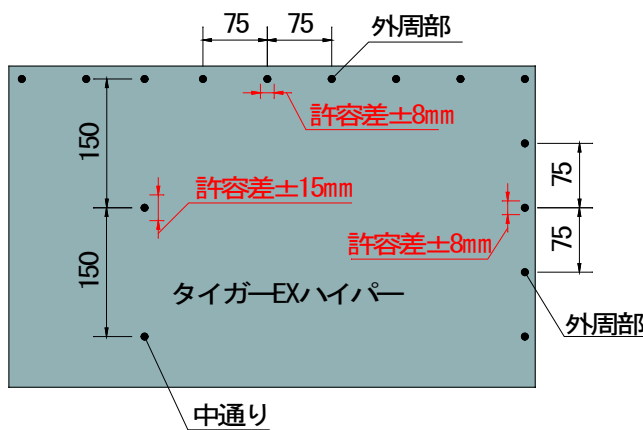
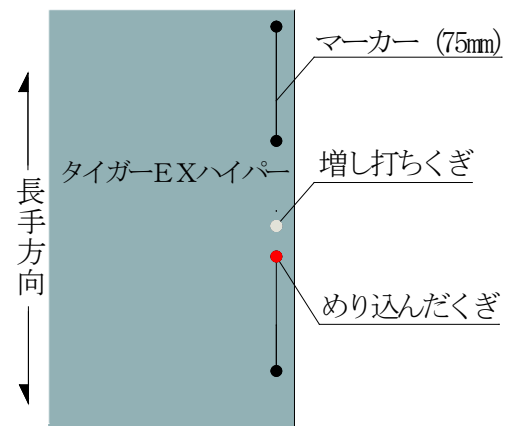

図 2-1 マーキングからのずれの許容差について
図 2-2 増し打ち概略
- ・くぎ留め間隔が外周部で 75mm（マーキングからのくぎのずれの許容差： $\pm 8\text{mm}$ ）以下、中通りで 150mm（マーキングからのくぎのずれの許容差： $\pm 15\text{mm}$ ）以下になっていない場合やくぎがめり込んだ場合、外周部 75mm 以下、中通り 150mm 以下になるようにくぎを増し打ちしてください（図 2-1、図 2-2 参照）。
- ・木材の節などによりくぎが斜めに打ち込まれ、下地から外れている場合、その近くにくぎを増し打ちしてください（図 2-2 参照）。